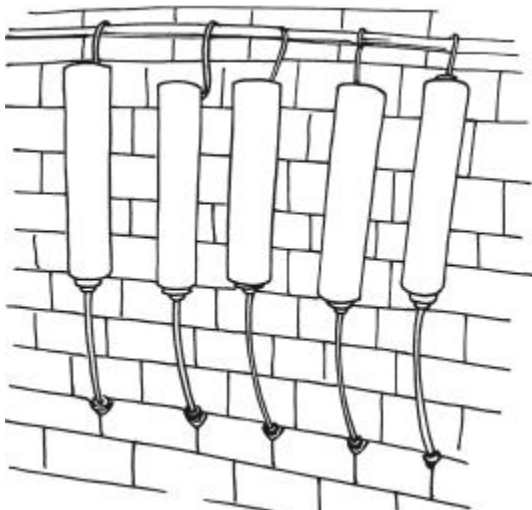

Рис. 7. Подача гидрофобизирующего состава в
3. В толщу стены через шпуров с помощью «капельниц» (картриджей) подают специальные гидрофобизирующие составы в жидком или пастообразном виде (рис. 7), свободно или под давлением. Если стена достаточно пористая и относительно сухая (влажность не более 60 %), подачу состава производят свободно – методом капельницы. В иных случаях вещество подают в стену под давлением, при этом достаточно одного ряда шпуров. Пропитку без давления проводят в течение 8 ч и более. Необходимый объем состава и его вид определяют специалисты. Как правило, это раствор на основе извести или цемента с различными добавками, в том числе полимерными.